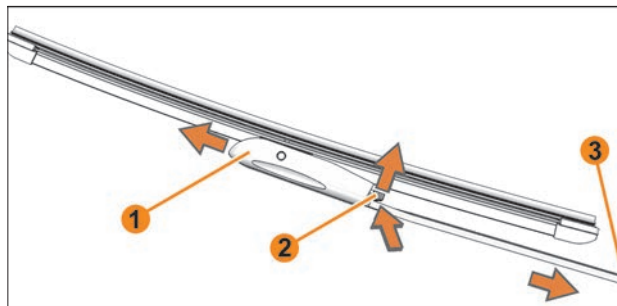

Рис. 9.1. Щетки стеклоочистителя ветрового стекла
Регулярно проверяйте состояние щеток стеклоочистителя (рис. 9.1).
- При выключенном зажигании поднимите рычаг стеклоочистителя 3 (рис. 9.1);